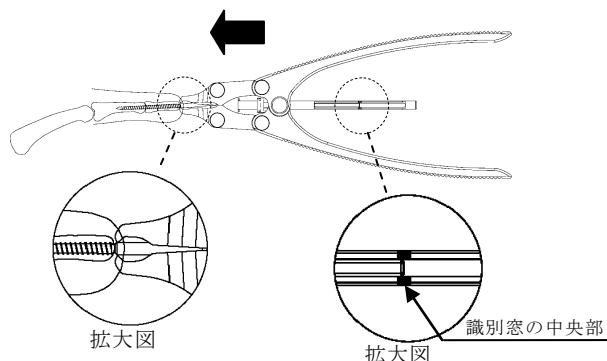

図 1
- 1) スクリューを骨内に挿入し、1.5/2.0 スクリューカッター（識別窓拡張型）を矢印の向きに挿入します。スクリュー後端がスクリューカッターの識別窓の中央部と一致していることを確認し、スクリューを切断します。（図 1）